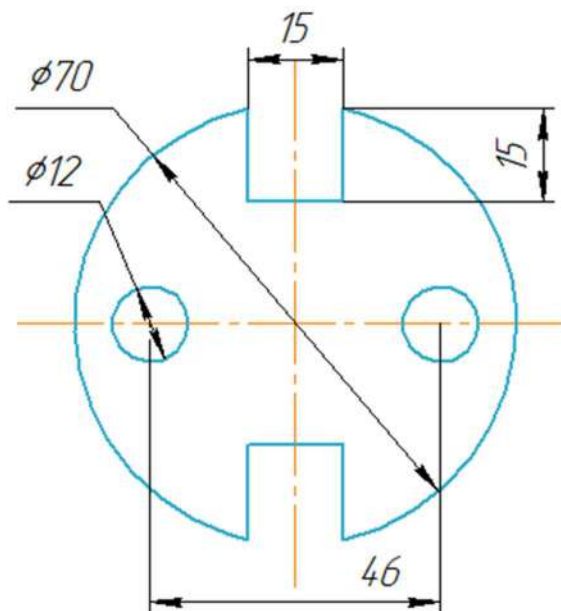

Рис. 1. Металлическая прокладка
3. По чертежу изготовить мебельную накладку (рис. 1).